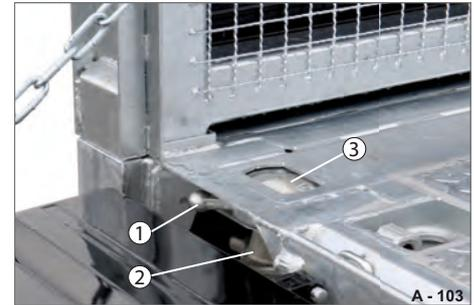

Abb. 161 Fahrstellung ohne Container
- ▶ Alle Containerverriegelungen bei Nichtgebrauch versenken: Drehzapfen (Abb. 161/3) und die Führungsbuchsen komplett einfahren. Verriegelung mit der Nutenbuchse (Abb. 161/1) sichern - nach links drehen.
- ▶ Spannmutter (Abb. 161/2) mit der Fallsicherung sichern. Die Fallsicherung blockiert die Spannmutter und verhindert ein selbstständiges aufdrehen während der Fahrt.